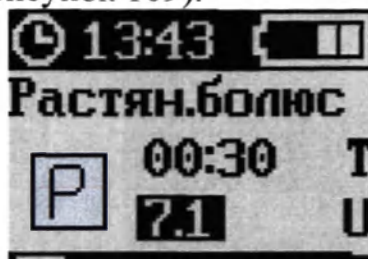

Рисунок 109 – Экран «РАСТЯН.БОЛЮС» (доза)
8. Кнопками «ВВЕРХ» и (или) «ВНИЗ» установить количество вводимого инсулина растянутого болюса (рисунок 109).